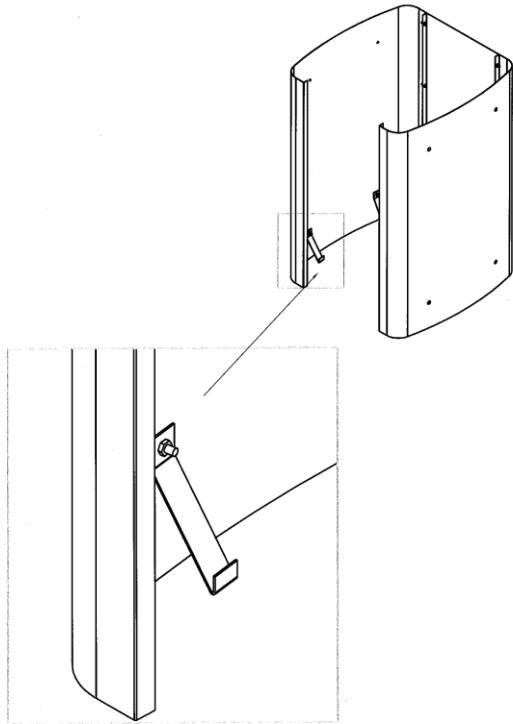

FIG. 1
- Fäst sidorna på den bakre väggen med hjälp av skruvarna. FIG. 1
- Fäst de nedre monteringsfästena (4 st.) i de understa hålen på sidoplattorna. FIG. 1